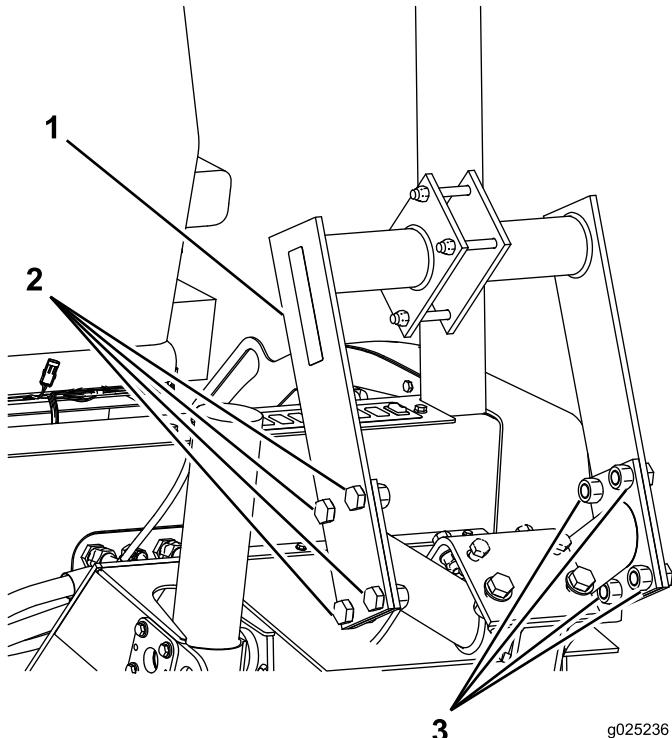

Figura 1
4. Si el espacio que hay entre las placas de montaje es demasiado estrecho para introducir la barra de rascador entre ellas, afloje los 4 pernos y las 4 contratuercas que sujetan los soportes de montaje del rascador a la espada, lo suficiente para poder insertar la barra del rascador entre ellas (Figura 1).